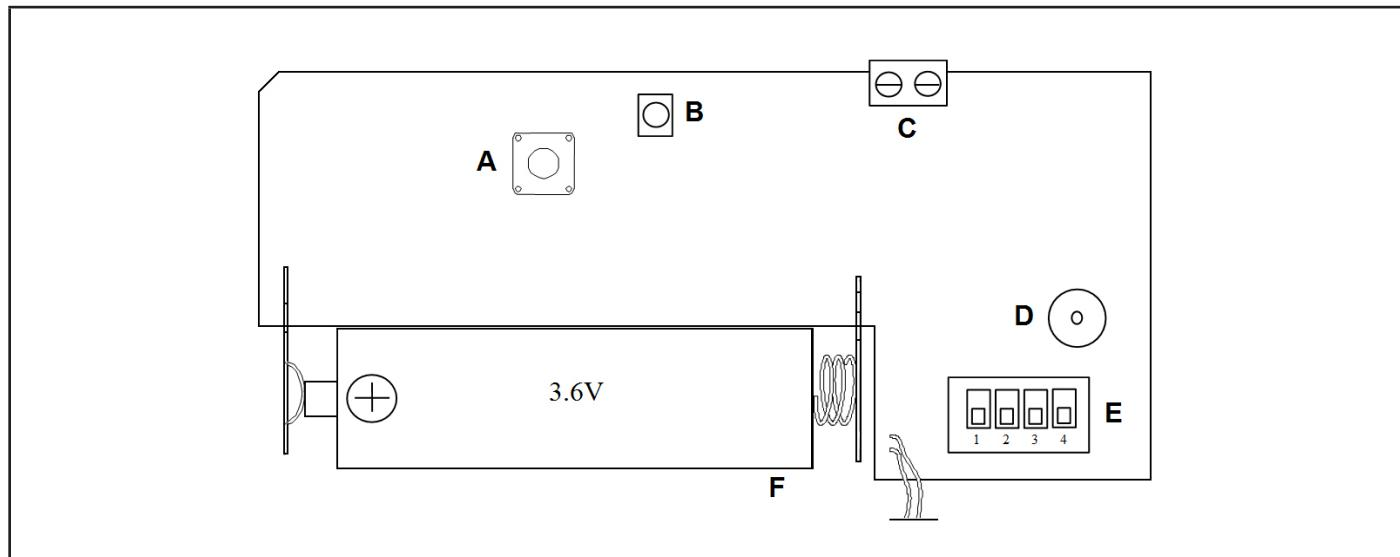

Fig. 2 - Scheda elettronica / Electronic board
La linea di allarme della centrale deve essere collegata alla morsettiera (rif. C, fig. 2). L'uscita della morsettiera di tipo N.C. (Normalmente Chiuso) e l'allarme viene segnalato con un'apertura del contatto per un tempo maggiore di 1,5s (nominale 1,7s).
La funzione di TEST è utile per verificare il funzionamento e l'installazione del contatto. Tale funzione permette di attivare il LED, il buzzer e il relè per 5 attivazioni consecutive (dopo 5 attivazioni consecutive il contatto torna nella modalità operativa normale, LED e buzzer disattivati e relè attivo). Nella funzione di test il LED (rif. B, fig. 2) segnala il riconoscimento di un impulso e il buzzer (rif. D, fig. 2) segnala l'attivazione dell'allarme al raggiungimento del numero programmato di impulsi. Per entrare in modalità di test, inserire la pila (rif. F, fig. 2). Per accedere alla modalità test nuovamente senza togliere e reinserire la pila eseguire la seguente procedura:
- Premere il pulsante (rif. A, fig. 2) entro 45 secondi dall'azione precedente.
The TEST function is useful to verify contact operation and installation. This function allows the LED, buzzer and relay to be activated for 5 consecutive activations (after 5 consecutive activations the contact goes back to the normal operating mode, the LED and buzzer are disabled and the relay is active). In the test function the LED (ref. B, fig. 2) indicates the recognition of a pulse and the buzzer (ref. D, fig. 2) indicates the activation of the alarm when the programmed number of pulses has been reached. To access the test mode, insert the battery (ref. F, fig. 2). To access the test mode again without removing and reinserting the battery, follow the procedure below:
- Press the button (ref. A, fig. 2) within 45 seconds from the previous action.
Fare riferimento alla tabella successiva per configurare i DIP 1,2 e 3 (rif E, fig. 2) in modo da variare il numero di impulsi necessario per la segnalazione di allarme.
Refer to the table below to configure the DIP 1,2 and 3 (ref. E, Fig. 2) for change the number of pulses required for the alarm signal.